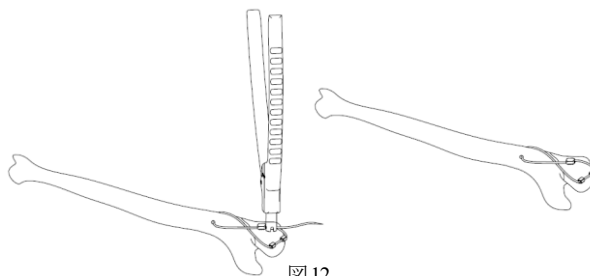

図12
- 5) ケーブルカッターGの丸穴開口部よりケーブルを通し、U字溝へ案内させます。可能な限りスリーブ締結器にケーブルカッターを密着させ、ケーブル残余部 (左右) を切断します。(図12)